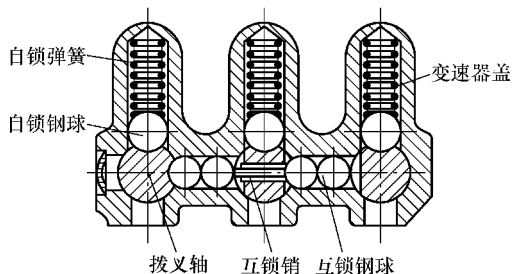
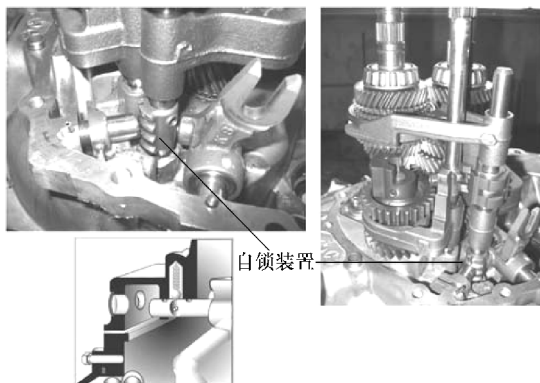

图 3-36 变速器互锁和自锁装置
图 3-37 6 档变速器自锁机构
(2) 自锁装置 可以对各档拨叉轴进行轴向定位锁止, 以防止其自动产生轴向移动而造成自动挂档或自动脱档, 并保证各档传动齿轮以全齿长啮合。自锁装置一般由自锁钢球和自锁弹簧组成, 如图 3-36、图 3-37 所示。